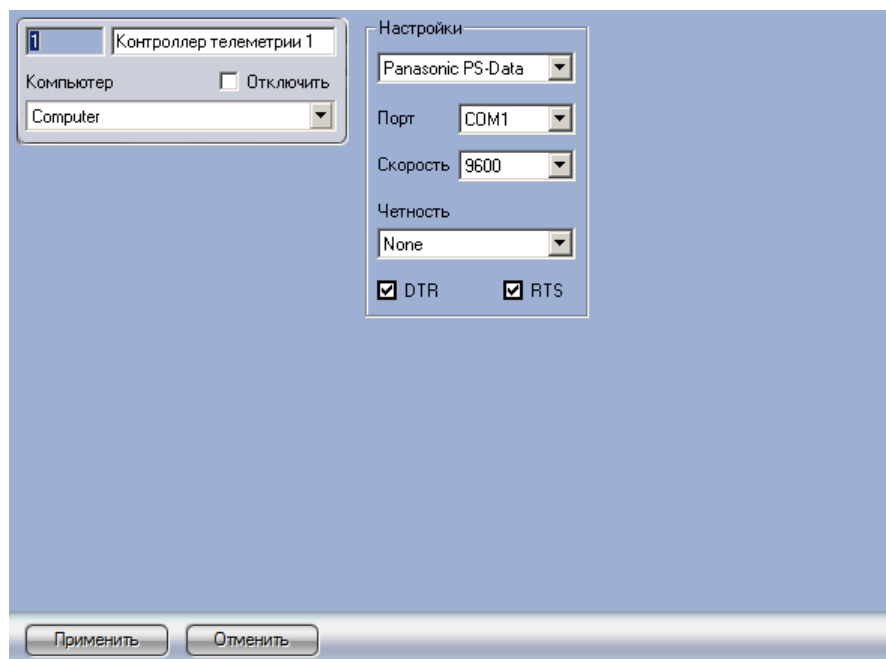

Рис. 3.4—9 Настройка объекта «Контроллер телеметрии» для работы с пультом «Panasonic WV-CU950»
2. Настроить объект «Контроллер телеметрии» следующим образом (Рис. 3.4—8):